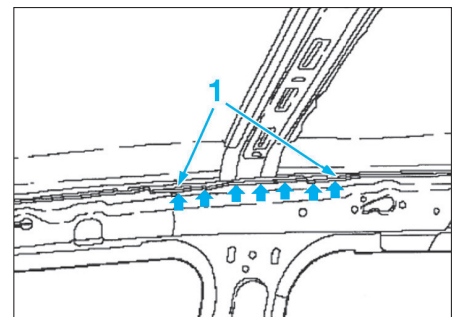

FIG. 39
- Déposer par perçage la partie supérieure du pied milieu dans la zone (1) (Fig.39).